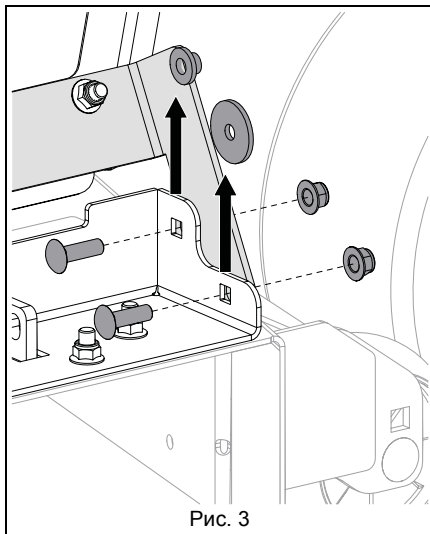

Рис. 3
6. Снимите два болта, две гайки, одну шайбу и одну прокладку с каждой стороны кронштейна выпускного желоба. См. Рис. 3.